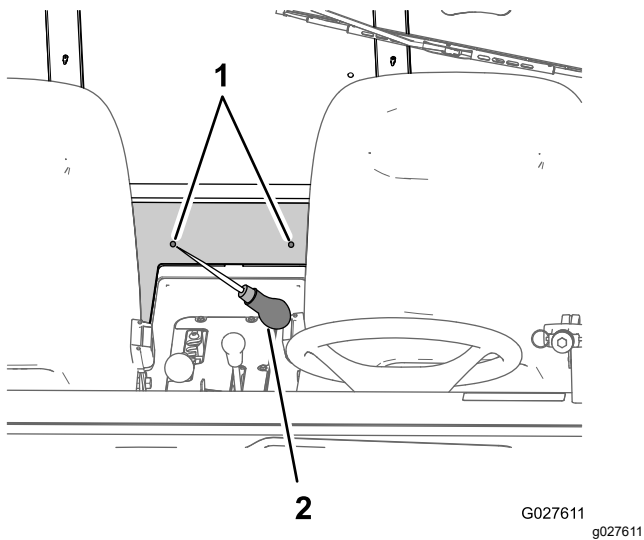

**Figura 16**
3. Individuate i 2 fori da 6,3 mm al centro del pannello posteriore della cabina (Figura 16).